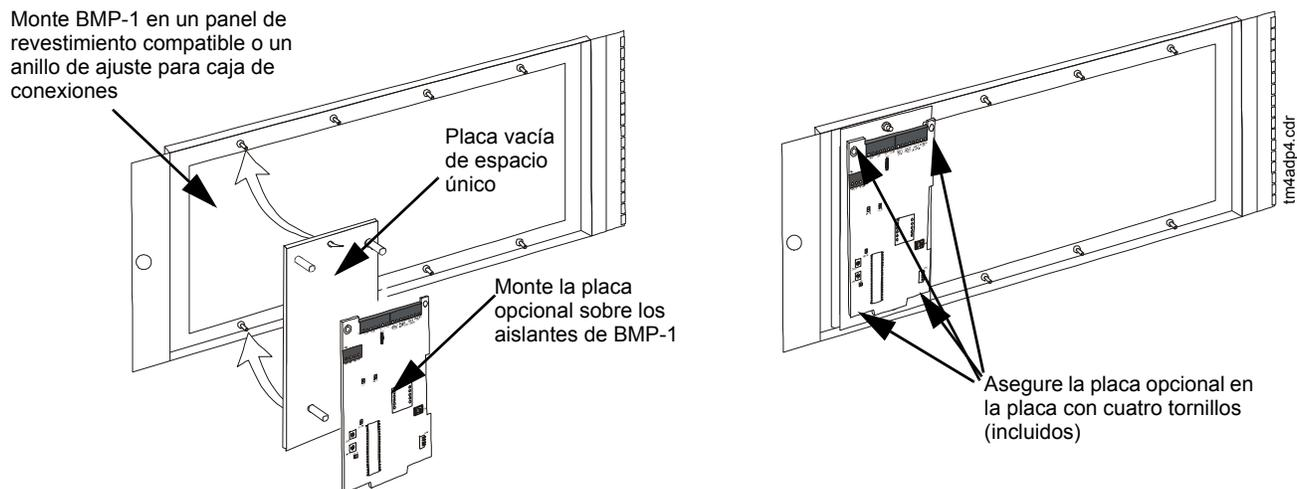

Figura 3.12 Montaje de una placa opcional sobre un panel de revestimiento con BMP-1 (Se muestra ADP-4B)
Las placas opcionales pueden montarse sobre placas de módulo vacías BMP-1, dentro de paneles de revestimiento como DPDISP2, ADP2-640, ADP-4B, tal como se muestra en la figura 3.12.
3. Ajuste el LEM a los aislantes usando tornillos u otro conjunto de aislantes y ubicaciones LEM apropiadas para aislantes/tornillos. Consulte la figura 3.12 en la página 34.